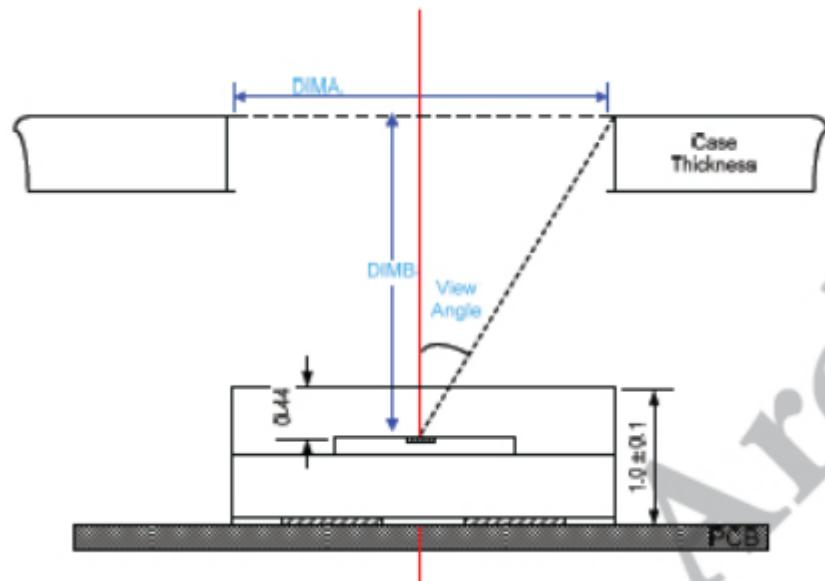

图19-3
- 光传感器表面接收到的光照值大小由TP丝印孔尺寸大小及油墨透光率决定，入射角度需大于±30度，如图19-3，具体计算公式及参考数值请参考《Capella_ALS结构设计指南》。